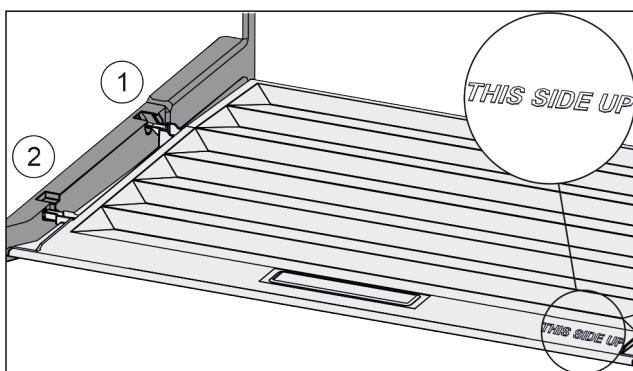

Fig. 125
- Вставити поперечні ребра через отвір заднього тримача Fig. 125 (1) і зафіксувати спереду у тримачі Fig. 125 (2).